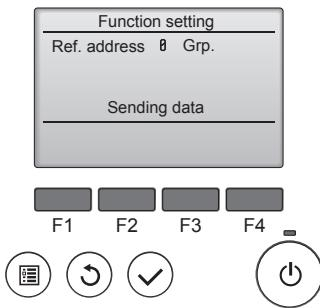
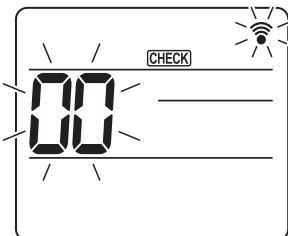
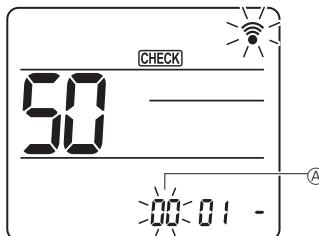
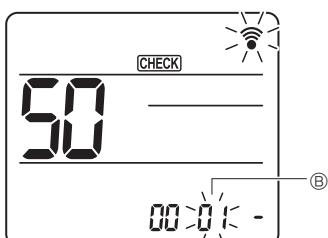

Fig. 6-15
Fig. 6-16
Fig. 6-17
Fig. 6-18
- ⑤ (Fig. 6-15)
- ① Gå til funksjonsvalgmodus
- [CHECK] lyser og "00" blinker. (Fig. 6-16)
- ② Stille inn enhetsnummer
- Trykk på **Ⓐ**-knappen for å stille enhetsnummer **Ⓐ**. (Fig. 6-17)
- ③ Velge en modus
- Trykk på **Ⓐ**-knappen for å stille modusnummer **Ⓑ**. (Fig. 6-18)